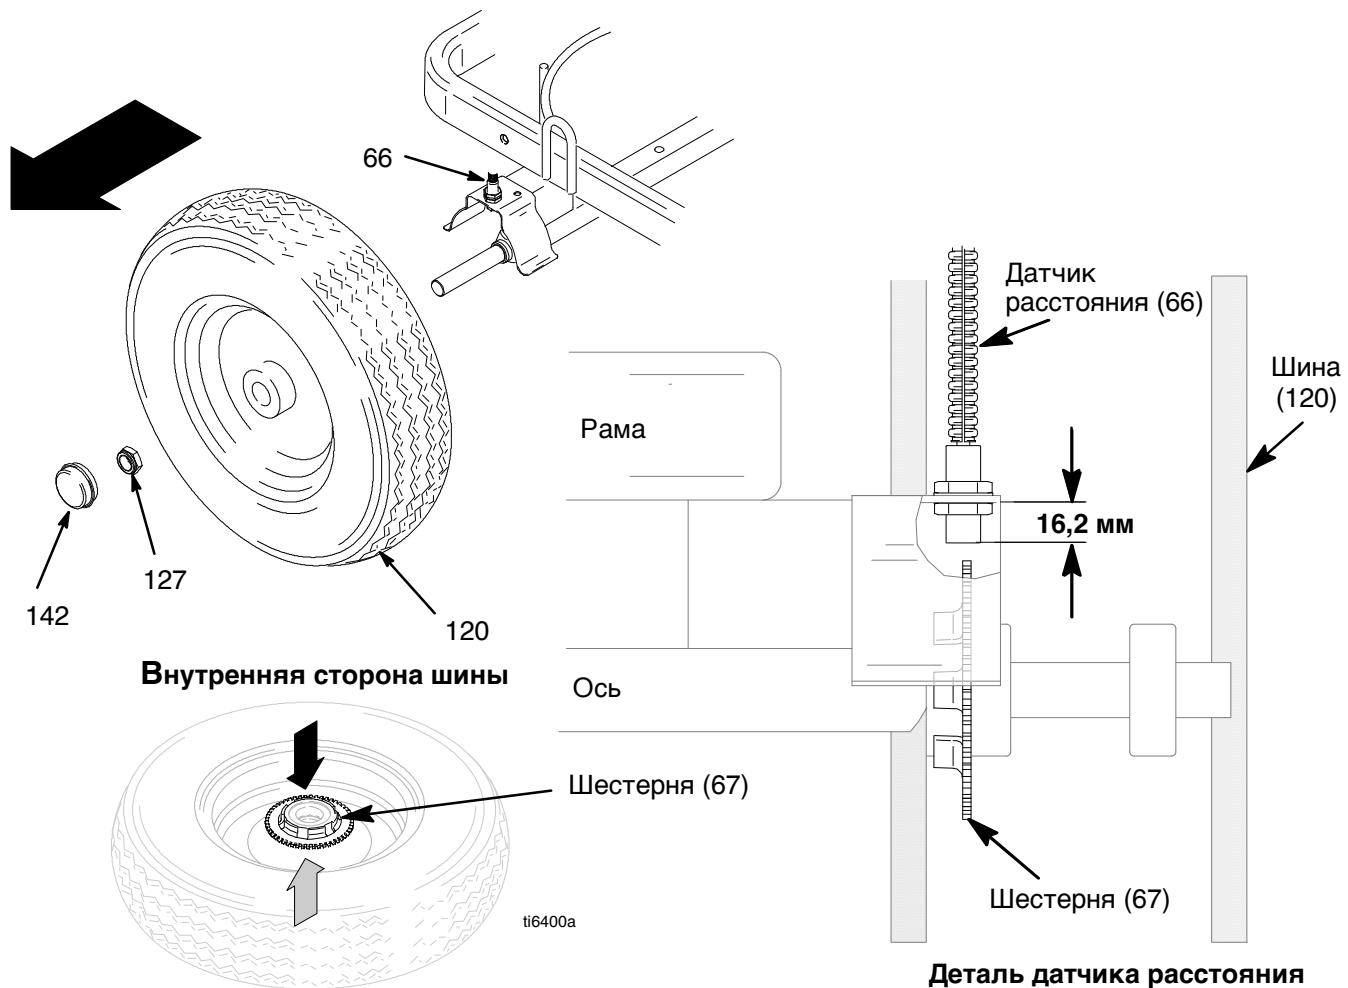

Рис. 14
- См. Рис. 14. Снимите пылезащитный колпачок (142) с колеса. Удалите гайку (127).
- Снимите колесо (120) с устройства LineLazer.
- Совместите шестерню (67) с датчиком.
- Установите колесо (120) на устройство LineLazer.
- Установите гайку (127) и затяните ее, затем отвинтите на 1/4 оборота. Установите пылезащитный колпачок (142) на колесо.